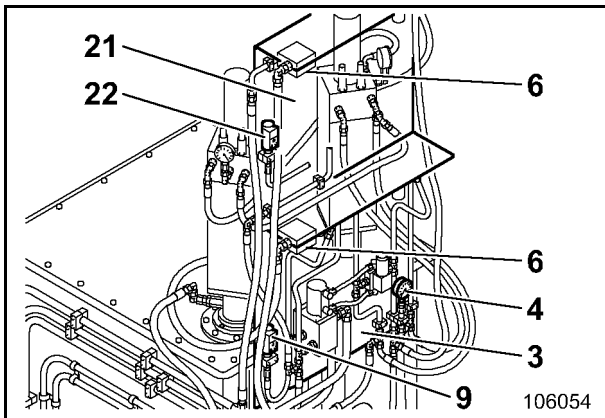

Fig. 3-135:
ob der Öldruck am Manometer (4, Fig. 3-135:) 60 bar / 870psi beträgt (der Druck ist abhängig von der Temperatur und Viskosität des Öles und kann schwanken).
Der Schmierdruck für den Oberwagen wird am Manometer (9, Fig. 3-135:) und für den Unterwagen am Manometer (22) angezeigt.